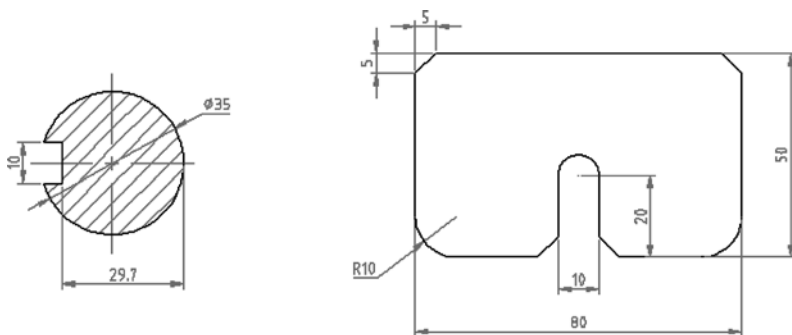

图 3-66 绘制两图形
11) 上机练习: 根据如图 3-66 提供的尺寸分别绘制两个图形。